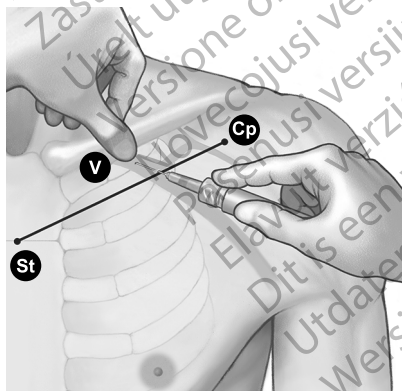

Figure 6. Emplacement du pouce et point d'entrée de l'aiguille
4. Appuyer le pouce contre l'index et déborder de 1 à 2 centimètres sous la clavicule pour protéger le muscle sous-clavier de l'aiguille (en cas d'hypertrophie manifeste du muscle pectoral, le pouce doit se projeter à environ 2 centimètres au-dessous de la clavicule car le muscle sous-clavier est sûrement lui aussi hypertrophié) (Figure 6)